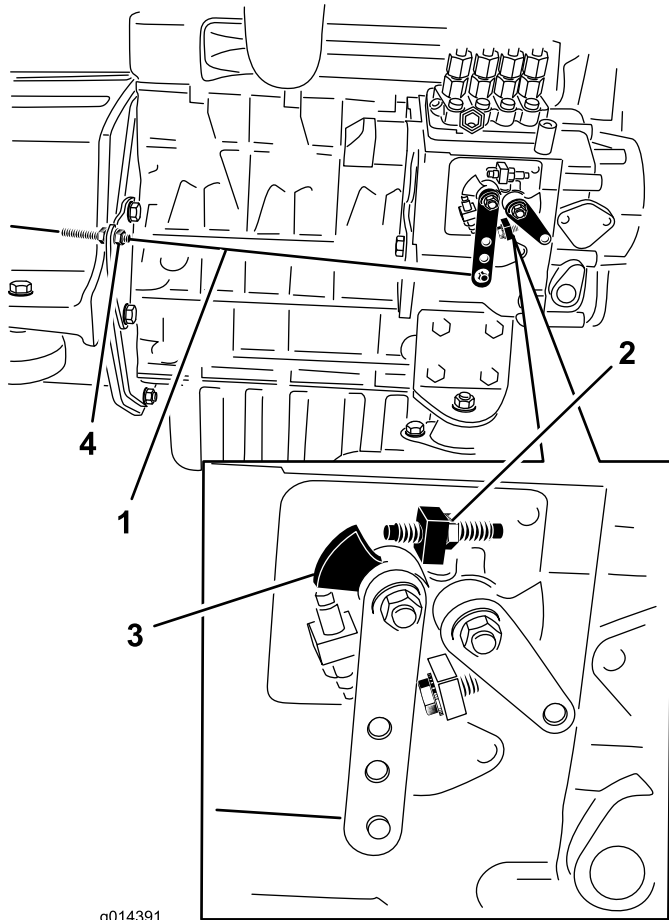

図 28
2. エンジンの燃料噴射ポンプについている速度コントロールレバーの位置を確認する。スロットルコントロール・レバーをFAST位置ディテント位置にセットした状態で、速度コントロール・レバーが高速ねじに接触していれば適正 図 28。
3. 必要であれば、スロットル・コントロール・ケーブルのジャムナットの位置を調整して、スロットル・コントロール・レバーをFAST位置ディテント位置にセットした時に速度コントロール・レバーが高速ねじに接触するようにする 図 28。